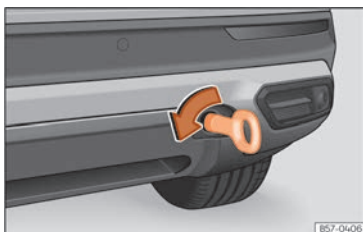

Fig. 200 En el lado derecho del paragolpes trasero: argolla de remolque enroscada.
- Enrosque la argolla de remolque en el alojamiento girándola al máximo **en el sentido contrario al de las agujas del reloj** »» fig. 200 ,